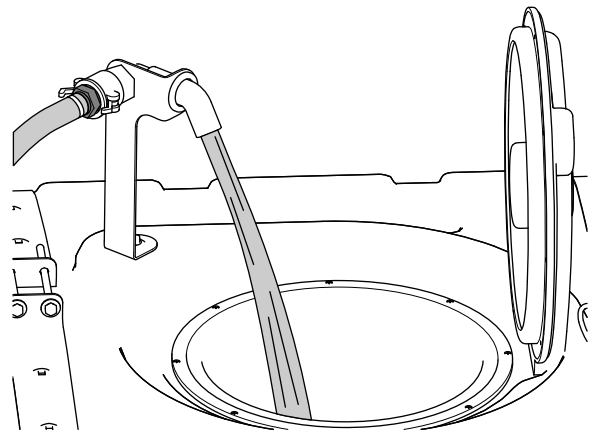

Figure 30
5. Ajoutez les 3/4 de l'eau nécessaire dans la cuve (Figure 30).